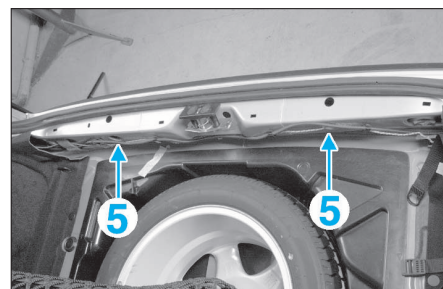

FIG. 46
- Dégager l'agrafe (4) vers le bas.
- Déposer les fixations (5) (Fig.46) sur la jupe arrière.